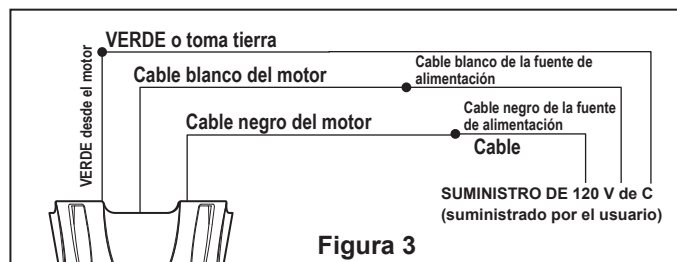
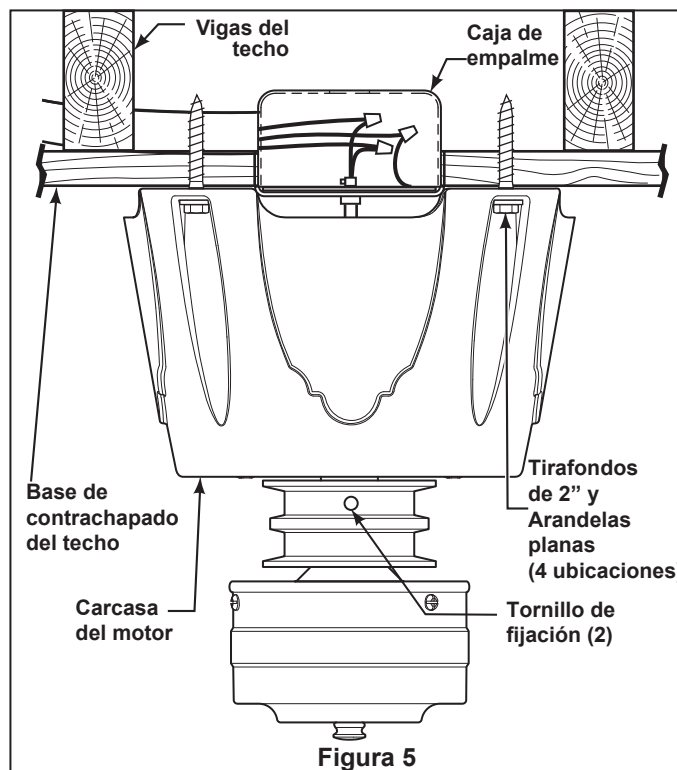

Figura 3
Figura 5
Se recomienda que cada ventilador y el motor tiene el respaldo de madera contrachapada de $\frac{3}{4}$ " asegurado a un elemento de la estructura de apoyo adecuada (Figura 3). A 120 VAC de alimentación eléctrica, centrado en la unidad de motor y por cable a una velocidad de 3 de control (incluido) se requiere. La unidad de motor no funcionará más de cuatro poleas / montajes de lámina.
4. Conecte el cable verde de toma de tierra desde el motor del ventilador al conductor de toma de tierra de la fuente de alimentación (éste puede ser un cable desnudo o un cable con una aislamiento de color verde). Conecte los cables a los conectores provistos de forma segura. Conecte el conductor blanco. (Figura 3)
8. provistos de forma segura. Conecte el conductor blanco del motor del ventilador al conductor blanco (neutro) mediante el conector provisto de forma segura. Conecte el conductor negro del motor del ventilador y el conector azul al conductor negro mediante el conector provisto de forma segura. (Figura 3) Cuando haya hecho las conexiones, coloque los cables hacia arriba y empuje la puntas de los cables hacia el interior de la caja de electricidad, con los cables de color blanco y verde en un lado de la caja y el cable de color negro hacia el otro lado. (Figura 5)
10. Si la polea del motor está floja, apriete únicamente los tornillos de fijación. No intente ajustar la ubicación de la polea del motor. (Figura 5)